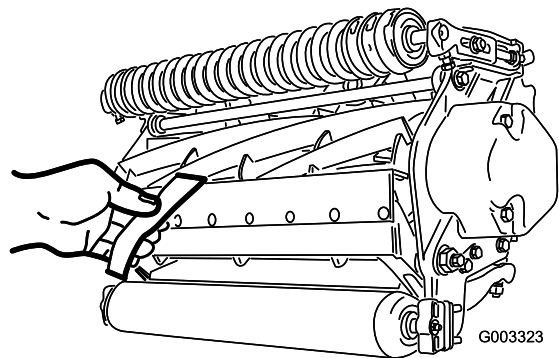

Figura 13
10. Teste o desempenho de corte inserindo uma fita comprida de desempenho de corte (número de peça Toro 125-5610) entre o cilindro e a lâmina de corte, perpendicular à lâmina de corte (**Figura 13**). Lentamente rode o cilindro para a frente; deve cortar o papel.